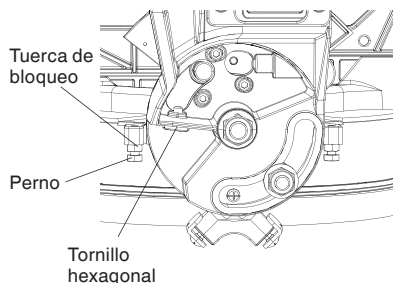

Fig. 17
- (1) Ajuste el ángulo de inglete en 0°. Extienda por completo el tope secundario (A) totalmente hacia la derecha, y tire del pasador de ajuste (B) hacia la parte frontal de la máquina.
**NOTA: Al retraer el pasador de ajuste (A) podría ser necesario desplazar el conjunto de brazo superior de la sierra de inglete hacia la izquierda o la derecha para liberar la presión de retención.**
- (2) Afloje la empuñadura de bloqueo del bisel e incline la carcasa de engranajes totalmente hacia la derecha.
- (3) Utilizando una herramienta combinada, verifique si la hoja está en 45° con respecto a la mesa.
- (4) Para realizar el ajuste, incline la carcasa de engranajes a 0°, afloje la tuerca de bloqueo y gire el perno hacia dentro o hacia afuera para aumentar o reducir el ángulo como se visualiza en la Fig. 17.
- (5) Inclíne el brazo de corte de nuevo hacia la derecha, y verifique la alineación de nuevo.
- (6) Repita los pasos hasta que la hoja esté en 45° con respecto a la mesa. Una vez obtenida la alineación, apriete la tuerca de bloqueo y la empuñadura de bloqueo de bisel.